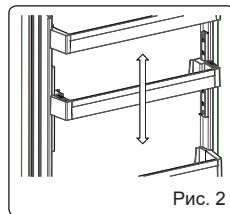

Рис. 2
2. Установите дверную полку на необходимую высоту, двигая вверх и вниз. После того как вы установили полку на нужную высоту, отпустите кнопки на стороне дверной полки (Рис. 2). Перед отпуском дверной полки, двигайте вверх и вниз и убедитесь, что полка зафиксирована.)